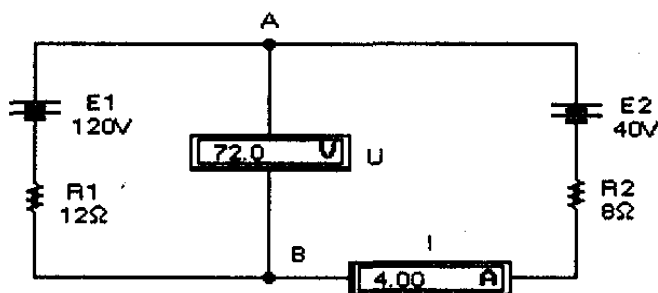

Рисунок 2— Одноконтурная цепь с двумя источниками напряжения
В качестве примера рассмотрим одноконтурную цепь (рис. 2), состоящую из источников напряжения $E_1 = 120 \text{ В}$, $E_2 = 40 \text{ В}$ и резисторов с сопротивлениями $R_1 = 12 \text{ Ом}$ и $R_2 = 8 \text{ Ом}$. Определим напряжение между точками A и B .
Поэтому для схемы на рис. 2 ток в цепи
2. Сформулируйте закон Ома для участка цепи. Чем он отличается от закона Ома для полной цепи? Проведите моделирование схемы на рис. 2, уменьшив ЭДС источников $E1$ и $E2$ в 4 раза.